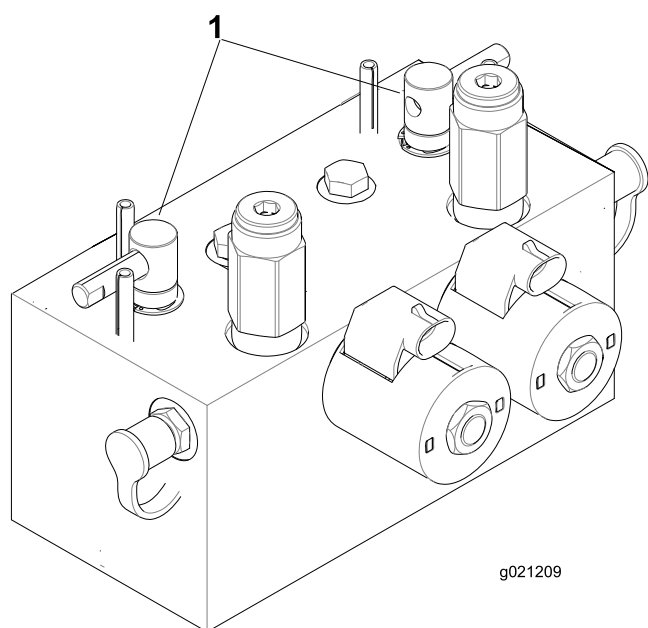

Bild 93
2. Entriegeln und klappen Sie den Sitz hoch, um die Läpphebel frei zu legen (Bild 93).
5. Wählen Sie entweder den vorderen, hinteren oder beide Läpphebel aus, um festzulegen, welche Geräte geläpft werden (Bild 93).